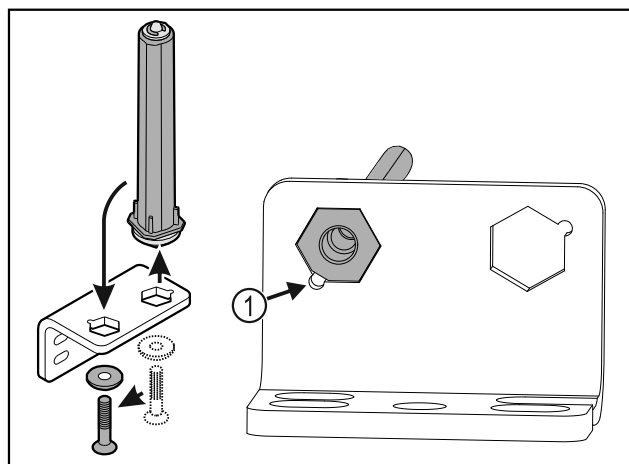

Fig. 39
- Verificare che durante l'inserimento lo smusso del perno Fig. 39 (1) sia rivolto verso il foro circolare.